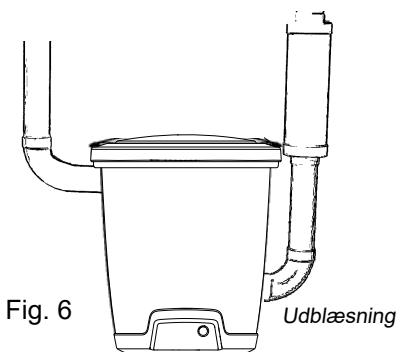

Fig. 6
5. Sæt udstansningsproppen på det udtag, som støvsugerrørets sokkel før sad i. Brug de fire skruer til at holde den på plads. Udblæsningsrøret skal sættes godt fast til væggen for at sikre, at den ikke løsriver sig fra soklen. Husk, at du skal kunne dreje det bøjede rør i forskellige retninger for at sikre en passende rørlægsplan. Forbind derefter udblæsningsrøret og lyddæmperen, Fig. 6. Monter centralstøvsugeren, så udblæsningsrøret bliver så kort som muligt, maks. 5 meter. Tag omgivelserne med i betragtning, når du placerer udblæsningen. Derfor bør der altid monteres en lyddæmper.